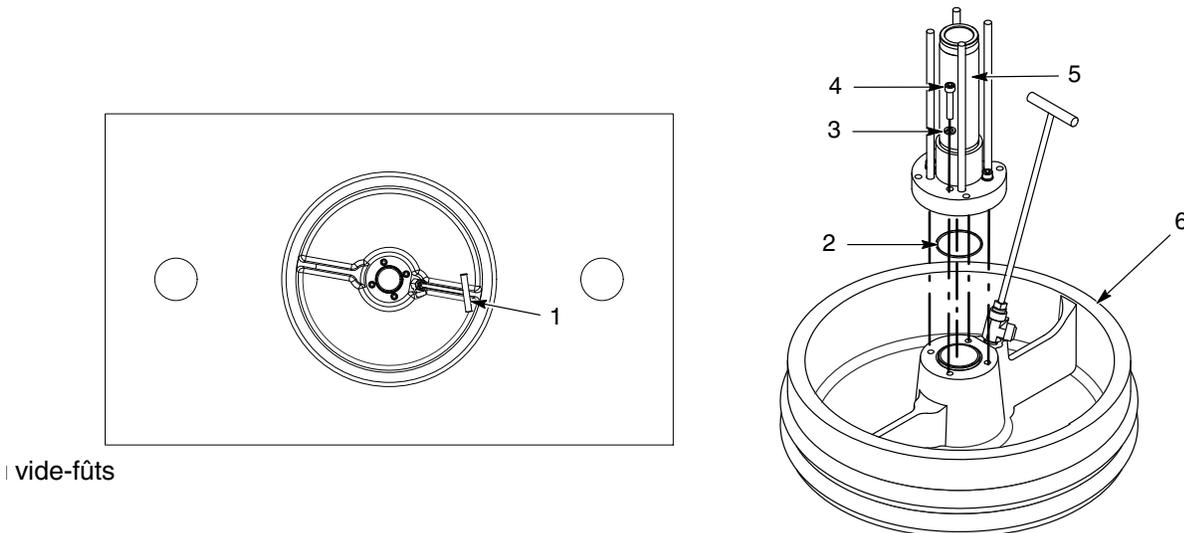

Figure 4 Installation du module suiveur
Voir la Figure 4.
1. Orienter le module suiveur (6) comme représenté à la Figure 4.
**REMARQUE :** Utiliser la canne de purge (1) comme aide à l'orientation.
2. Appliquer du lubrifiant Mobil SHC 100 sur le joint torique (2) et poser ce dernier dans la rainure du module suiveur (6).
3. Fixer le module suiveur (6) à la section hydraulique (5) à l'aide de quatre vis à tête cylindrique à 6 pans creux M10 (4) et de quatre rondelles freins fendues M10 (3). Serrer les vis à un couple de 25-30 ft-lb (34-40 N•m).